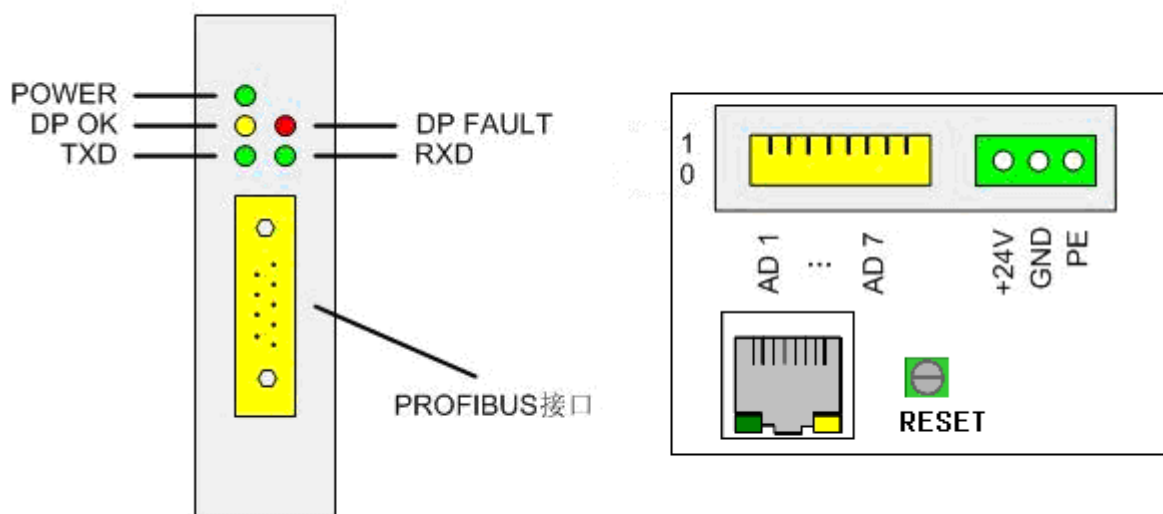

图 1-0：PROFIBUS 接口、网口和电源接线示意图
- (1) 如图 1-0，顶部为电源接口（直流 24V）、网口、Profibus 地址设置拨码（采用的是 8421 码，如 AD1-AD3 拨到 1 的位置地址为 7）。
- (2) 正面有 Profibus 通讯接口和指示灯。